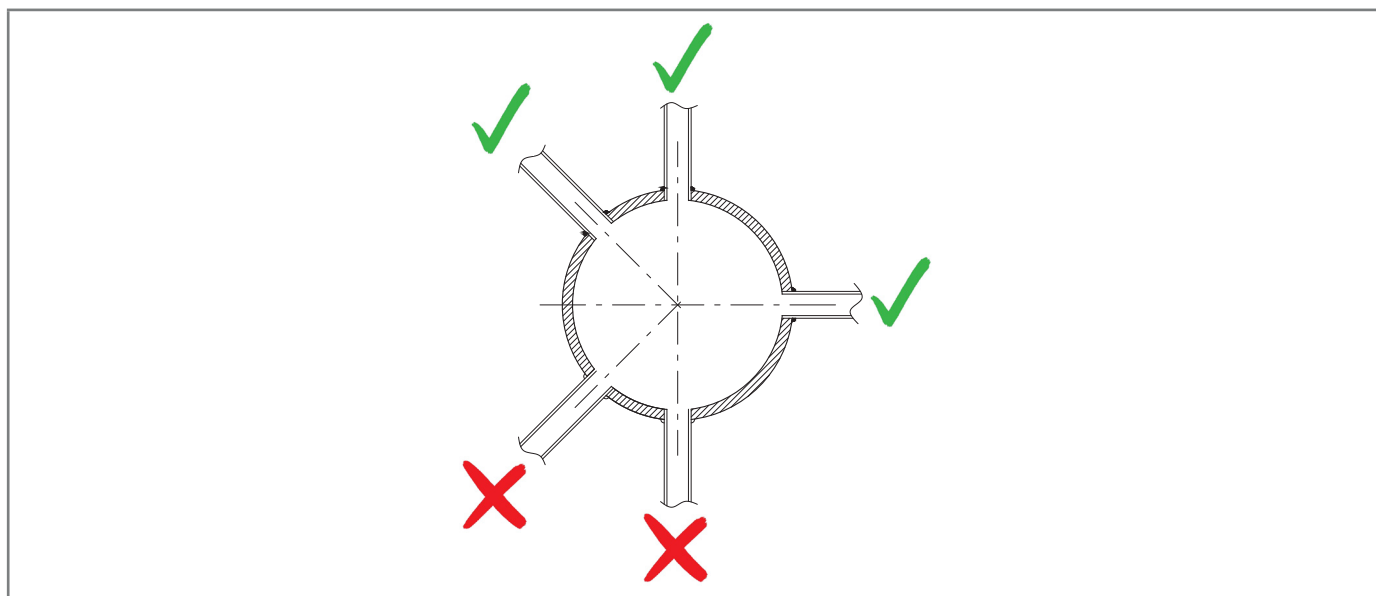

Fig. 6.9. Raccords soudés de la connexion pneumatique
- les raccords de la connexion pneumatique soient toujours soudés en haut ou à 90° maximum de l'axe de la connexion (voir fig. 6.9) ;